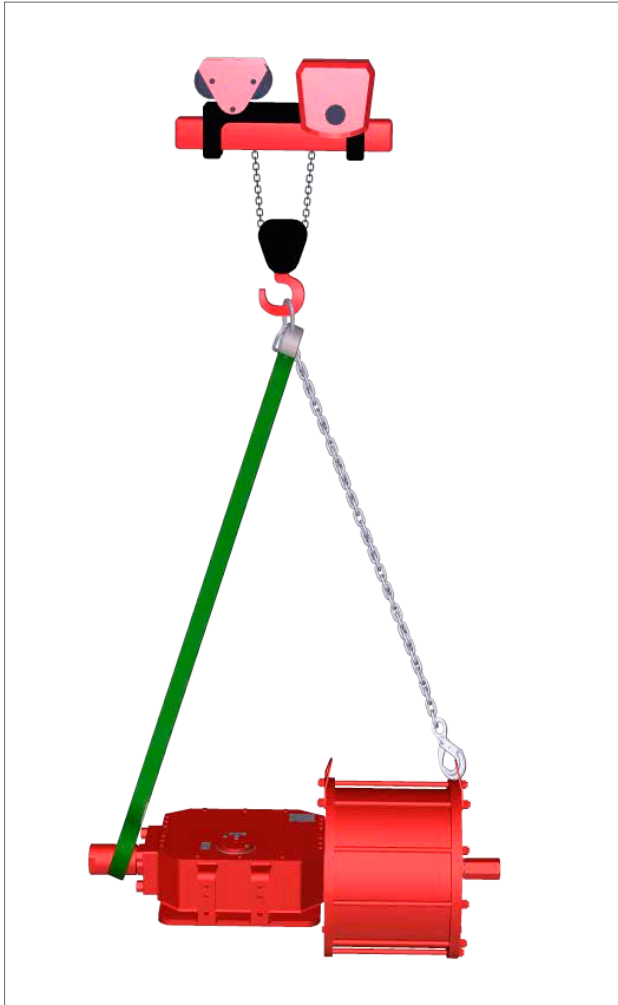

Fig 7.2 Elevación (actuador de efecto simple hasta tamaño 161)
- En el caso de los actuadores de efecto doble, enganche la eslinga de cadena doble en el cilindro neumático y una eslinga de tela en la brida de cierre del cuerpo central, tal y como se muestra en la Fig 7.2.